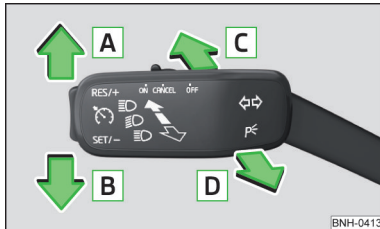

Fig. 45
Posiciones de la palanca de mando » fig. 45
- Presionar la palanca de mando en la posición **A** o **B** hasta el tope » fig. 45 de la pág. 64.